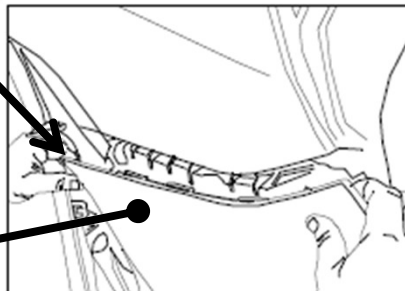

Figura 4
5. Retire cuidadosamente la placa protectora del vehículo, empezando en el receptáculo de la rueda trasera y avanzando hacia la parte trasera del vehículo. **Nota:** Un vehículo con sensores tiene cables adicionales unidos a la placa protectora trasera. Desconecte los cables en el conector unidos al panel lateral, con cuidado coloque la cubierta de la placa protectora a un lado. Ver Figura 4.